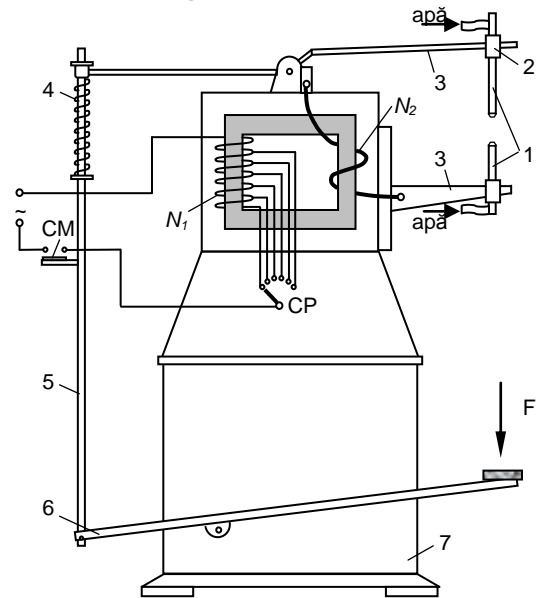

Fig.3 Mașina de sudat prin puncte
2.4 Precizați (vezi Fig.3) elementele constructive ale unei mașini de sudat prin puncte. Identificați aceste elemente pe instalația din laborator.